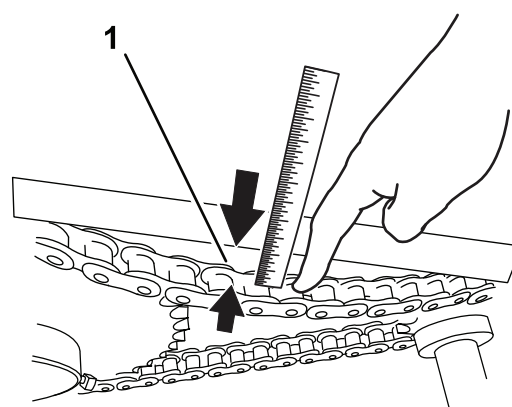

Figura 41
2. Coloque una regla sobre la cadena desde un piñón a otro (Figura 41).
3. Presione la cadena con el dedo con una fuerza de 6.8 kg (15 libras) en el punto intermedio entre los piñones (Figura 41).